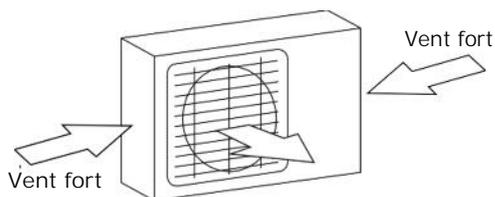

Fig. 6.1
- Si le lieu d'installation est exposé à des vents forts (par exemple : au bord de mer) l'unité doit être placée contre un mur pour la protéger du vent. Si nécessaire, utiliser un auvent. (Voir Fig. 6.1 & 6.2)